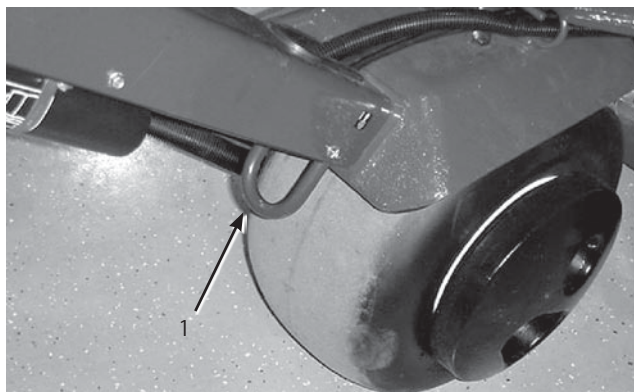

図33
- 機体をチェーンやロープなどでしっかりと固定する (図33～35)